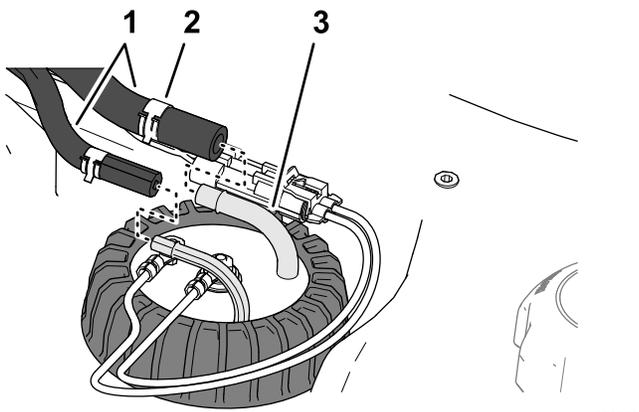

図 129
5. 燃料センダのフィッティングにホースを取り付けてホースをクランプでフィッティングに固定する 図 129。